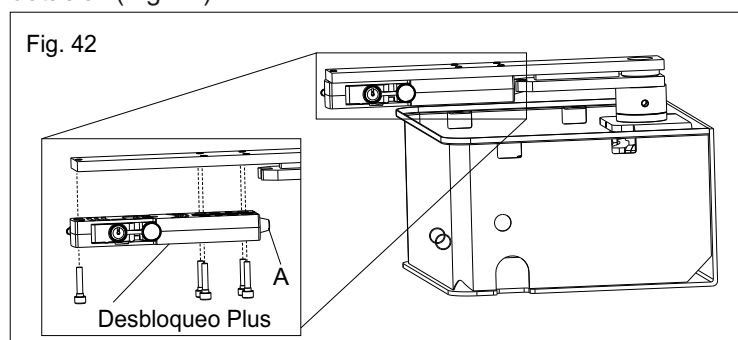

Fig. 42
**13.2.** Engrasar el perno de enganche (A) y montar el sistema de desbloqueo bjo el conjunto hoja utilizando los 5 tornillos en dotación (Fig. 42)